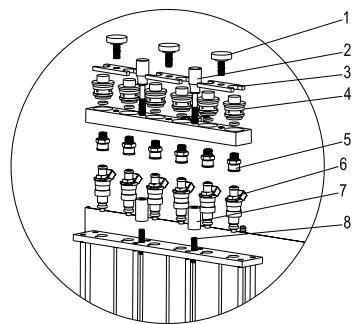

Рис. 04
- 5) Установить распределитель топлива на установку с помощью регулируемых шпилек и рифленых гаек. Зафиксировать два рифленых болта (черн.). См. Рис. 04.